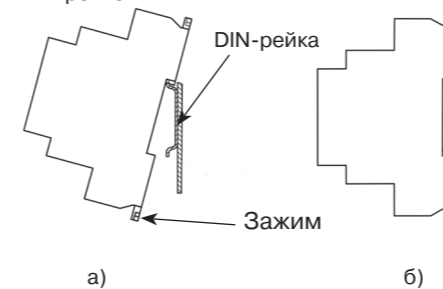

Рисунок 2. Последовательность установки Устройства на DIN-рейку
1. Зацепить верхним подпружиненным зажимом (8) корпуса Устройства (расположенным на тыльной поверхности корпуса Устройства) за верхнюю направляющую DIN-рейки (рис. 2а);
2. Оттянуть вниз нижний подпружиненный зажим (8) на нижней части корпуса Устройства, прижать Устройство к DIN-рейке;
3. После прижатия корпуса Устройства к DIN-рейке, отпустить зажим (рис. 2б);